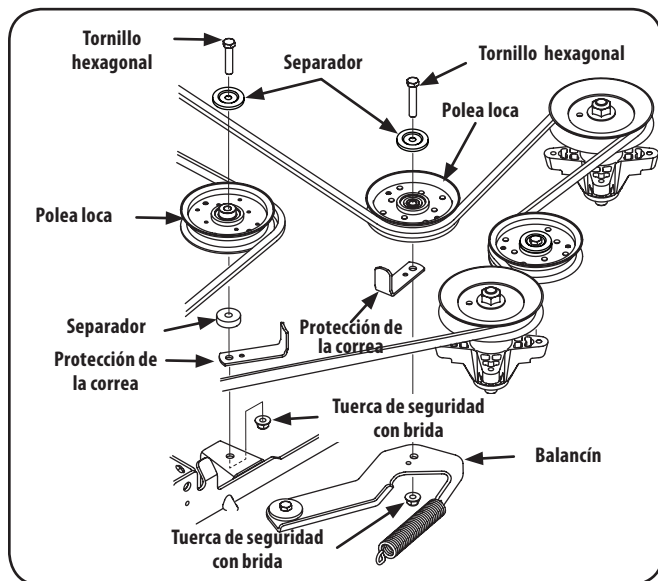

Figura 7-12
- Extraiga las dos poleas locas, para lo cual debe retirar los tornillos de cabeza hexagonal y las tuercas de seguridad con brida que las sujetan a la plataforma y el brazo de polea loca. Consulte la Figura 7-12. No afloje ningún elemento de ferretería al sacar el tornillo de cabeza hexagonal y la tuerca de seguridad con brida.
- Coloque la correa alrededor de las poleas locas que extrajo en el paso 3 con el lado en "V" orientado hacia adentro. Una vez que todo esté en su lugar, vuelva a colocar los elementos de ferretería y ajuste la tuerca de seguridad con brida para sujetar el conjunto. Consulte la Figura 7-12.